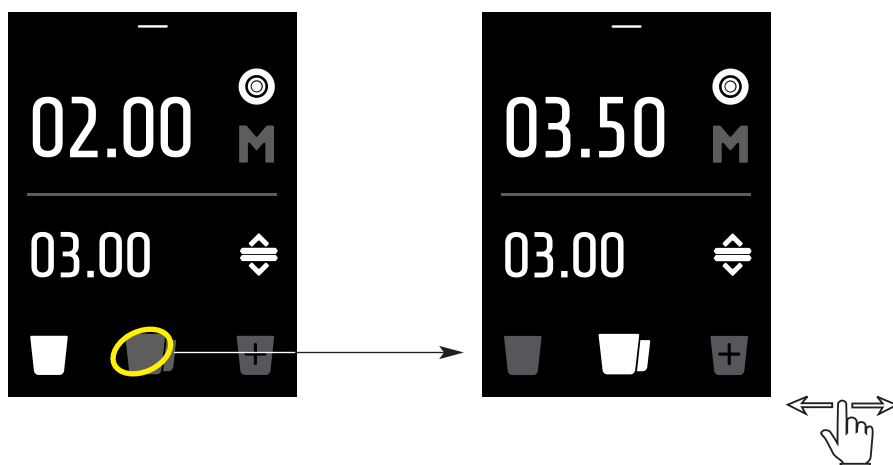

Fig. 5
- 3 Entrare nella pagina della dose desiderata (singola, doppia o extra) premendo sull'icona della pagina (vedere Fig. 5) **oppure facendo scorrere il dito sul display per cambiare pagina.**